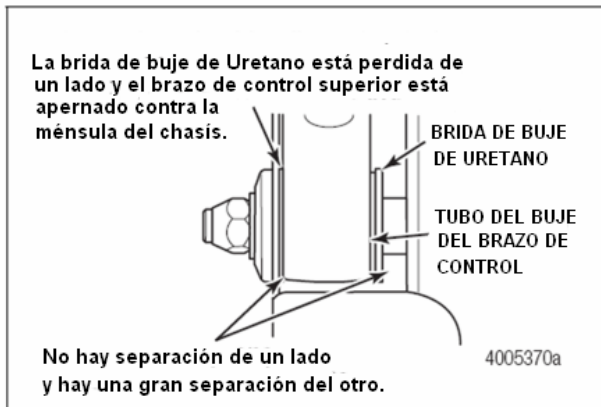

Figura 9.11
- C. El brazo de control superior y el buje se han desplazado y fijado hacia un costado. La brida de buje está perdida de un lado. El brazo de control superior está sujetado contra la ménsula de chasis. Desgaste significativo existe entre el brazo de control superior y la ménsula de chasis ó el asiento de eje. No hay separación de juego axial de eje en un costado, y una separación grande en el otro costado. Figura 9.11.